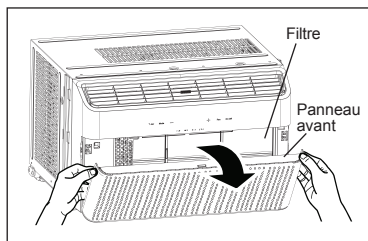

FIGURE 21
1. Pour ouvrir le panneau avant, tirez sur les encoches des deux côtés du panneau, comme illustré à la figure 21.